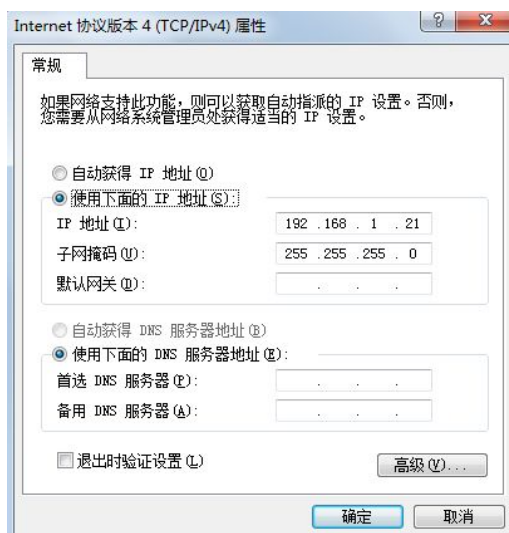

图 2 电脑 IP 配置
(1) 将电脑的 IP 地址配置为：192.168.1.21（与开发板在一个网段内即可）；子网掩码配置为：255,255,255,0。如图 2 所示：